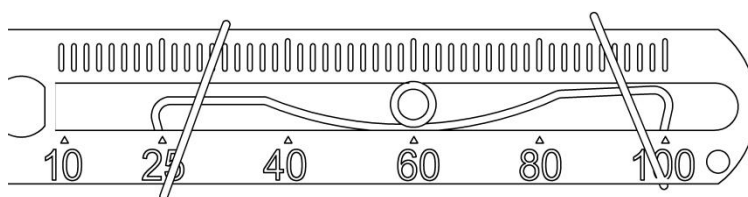

图 21. 反馈杆 B 和传动销连接
- 对于反馈杆 A，使直行程安装支架⑦贴住执行器，反馈杆⑤的头部进入 U 型杆①。对于反馈杆 B，把传动销⑪插入到反馈杆 B 插槽内的固定弹簧上，如图 21 所示。调整位置，目测确认阀的主轴和反馈杆成直角。如无法成直角则按实际情况安装。